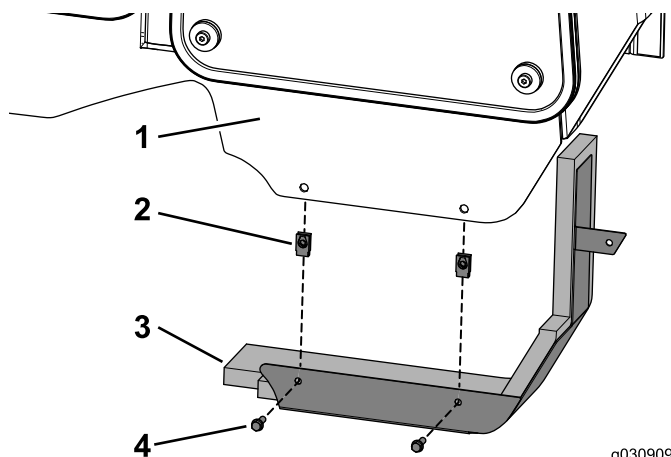

図 29
1. キャブフレームにクリップナット2個を取り付ける 図 29。
2. パネルアセンブリをキャブに固定するボルト 1/4 x 3/4 インチ 2本を使用し 図 29 に示すように取り付ける。